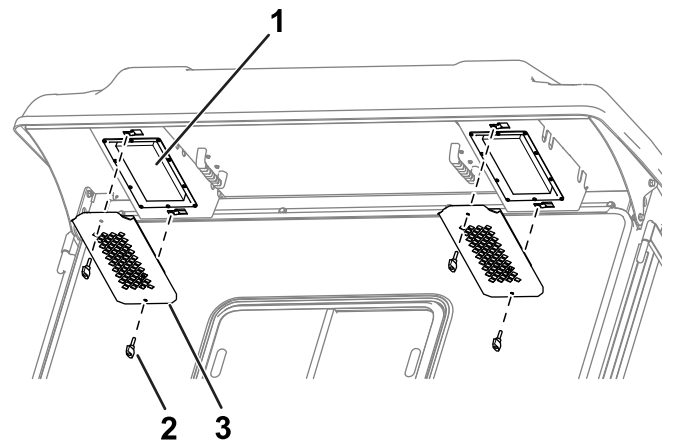

図 82
1. 後方のオーバーハング部からノブと格子を取り外す図 82。
4. フィルタをキャブに取り付け、格子とノブで固定する図 82。